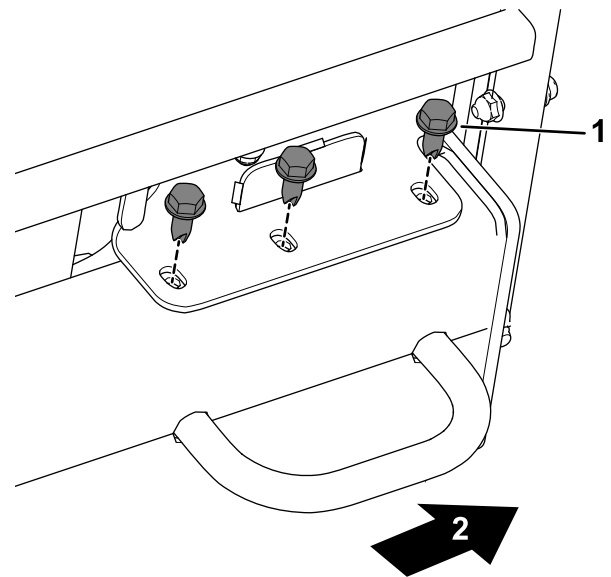

Bild 4
- A. Nehmen Sie die Schrauben an jeder Seite der Maschine von der Rahmenschiene ab (**Bild 4**).